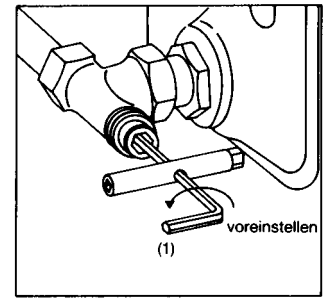

Bild 2
- 1.3 Поворачивая шестигранный ключ № 4 (1) влево на выбранное из диаграммы число оборотов, настроить вентиль (рис. 2).
- 4.5 Шестигранным ключом № 4 (1), поворачивая его влево до упора, открыть тарелку вентилья (рис. 2). Удалить воздух из отопительного прибора.